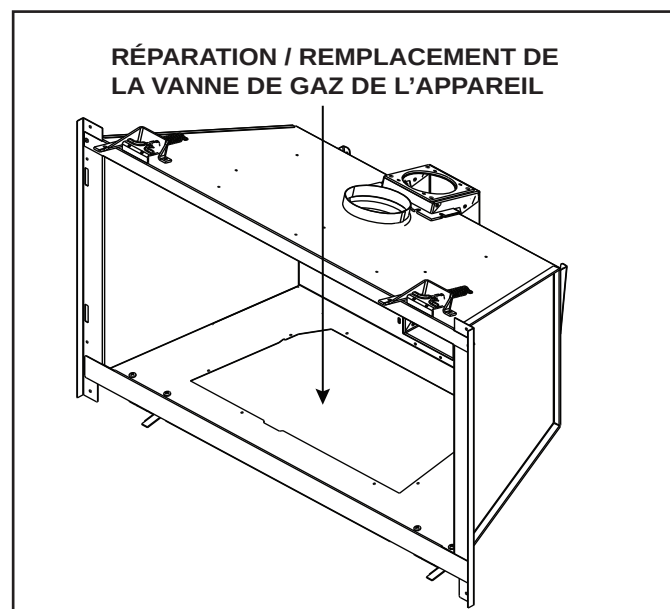

Figure 7.6 Accès à la vanne du gaz
2. Accédez à la vanne de gaz comme indiqué dans la figure 7.6 et procédez aux réparations et/ou au remplacement.